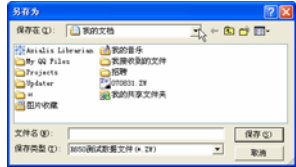

图 3.18
- 点击 **传输** 按钮，弹出图 3.18 窗口，提示用户输入文件名。